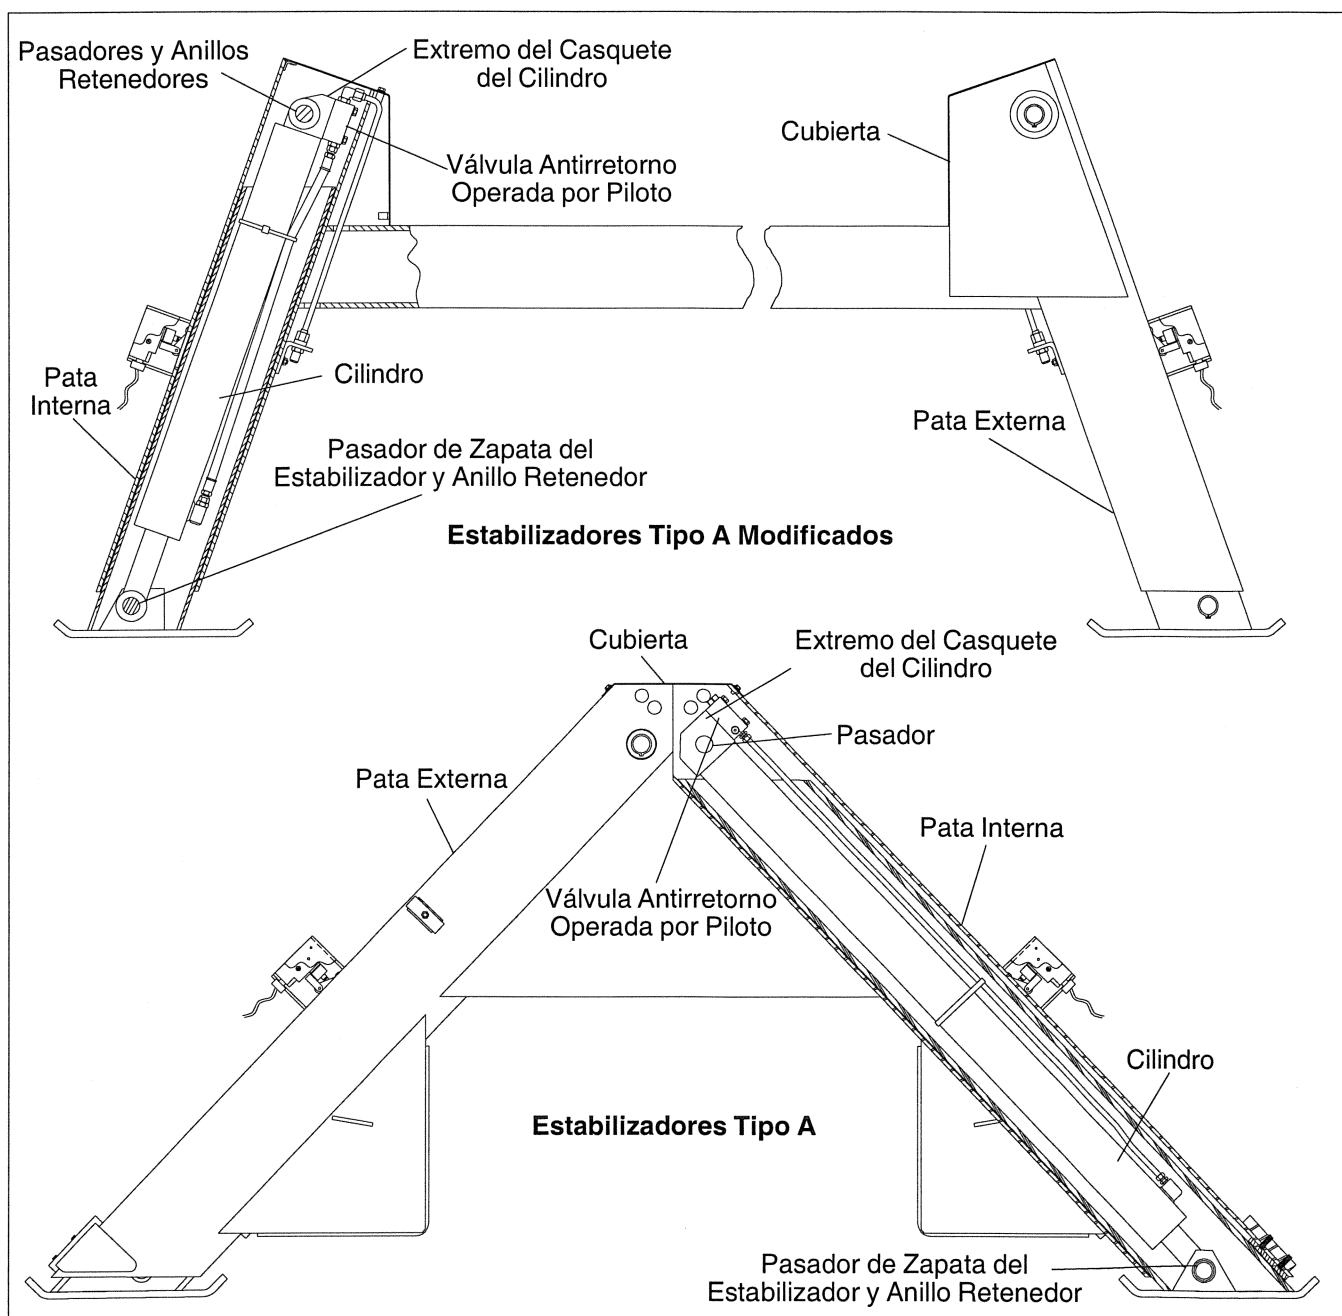

Figura 5.45 — Estabilizadores
2. Quite la cubierta que está en la parte superior de la pata del estabilizador (ver Figura 5.45).